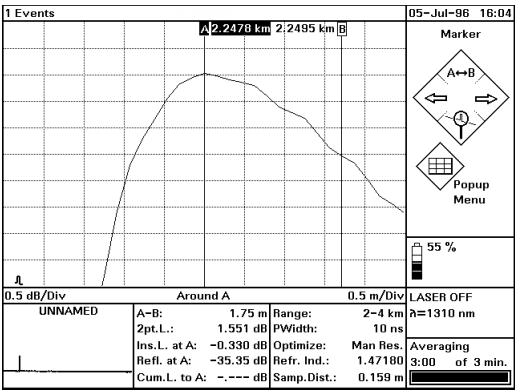

Figura 79 Test della banda morta evento: posizionamento dell'indicatore B
- 17 Utilizzare i tasti SINISTRA/DESTRA per posizionare l'indicatore B nel punto in cui l'inclinazione discendente della riflessione incrocia la linea centrale orizzontale del grafico. Vedere Figura 79.